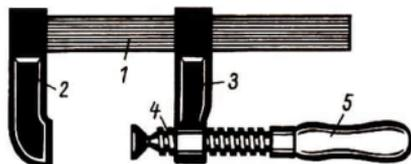

Bild 21 Schraubzwinge
Wie leimen wir? Die Leimflächen müssen sauber und trocken sein. Der Leim wird mit dem Pinsel aufgetragen. Nachdem die Teile aneinandergelegt sind, wird die Leimstelle gepreßt. Hierzu benutzt man eine Schraubzwinge (Bild 21). Sie besteht aus der Gleitschiene (1), der festen (2) und beweglichen Backe (3), der Spindel (4) und dem Griff (5). Der Leim muß mehrere Stunden abbinden und aushärten. Leimreste werden entfernt.